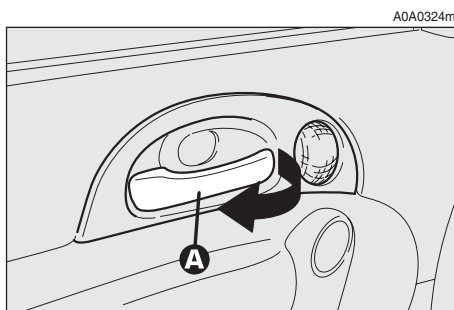

fig. 11
- Para abrir la puerta, tire de la manilla (A-fig. 11).